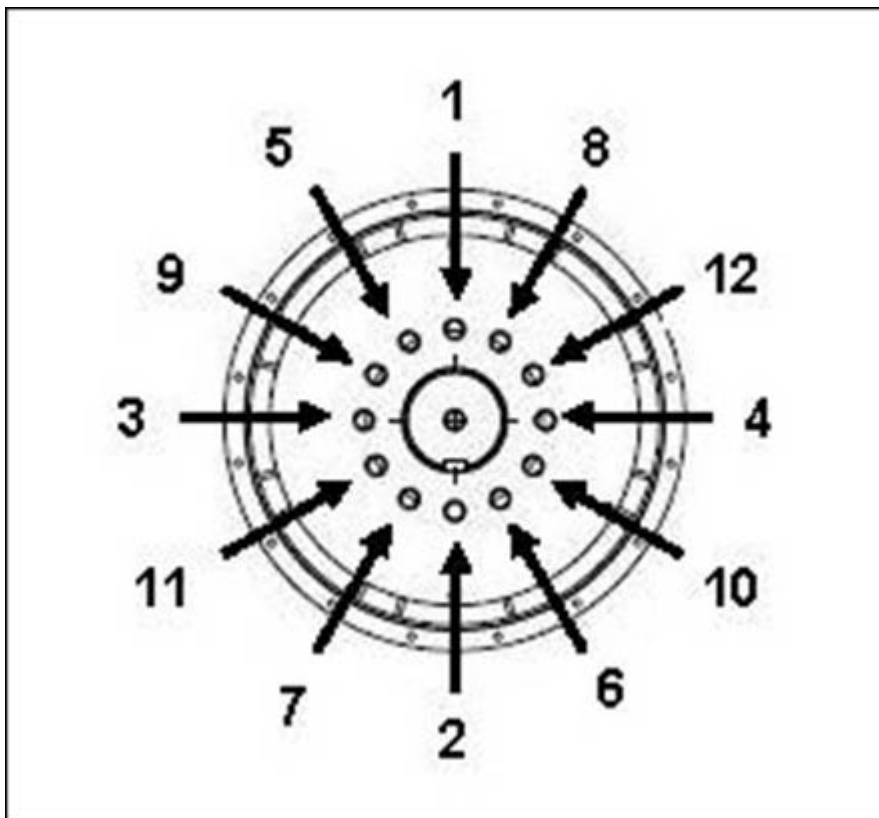

FIGURA 18. SEQUÊNCIA DE FIXAÇÃO NO CUBO
4. Se necessário, aperte os parafusos dos discos de acoplamento de acordo com a sequência ilustrada em Figura 18 na página 38.